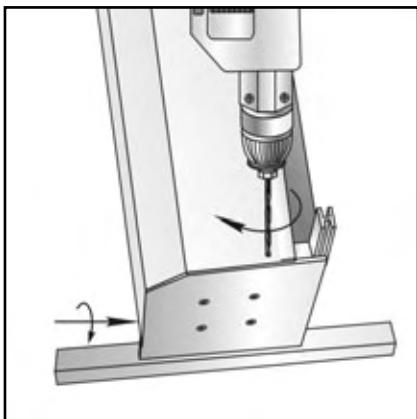

рис. 7
- 4.2.5.** Разметить и сверлить совместно отверстия Ø4,2 мм в передних отбортовках крышек боковых и крышке короба (по два отверстия с каждой стороны короба) для последующей установки заклепок (рис.7).